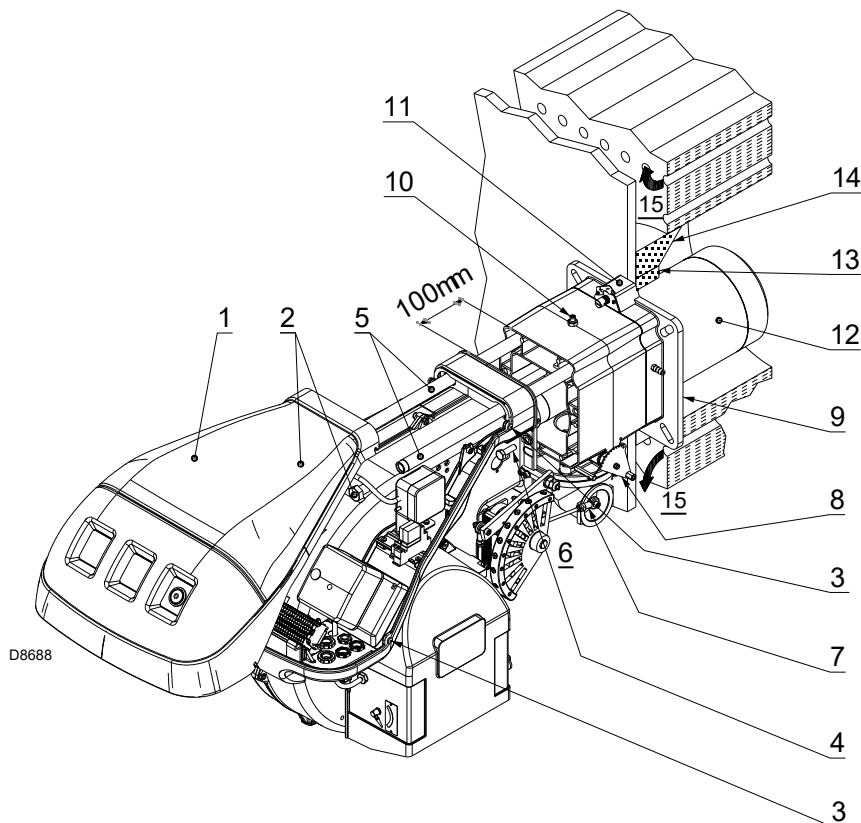

Fig. 11
Seleccionar la longitud del tubo de llama 12)(Fig. 11, pág. 16) en base a las indicaciones del fabricante de la caldera; tener en cuenta que siempre debe ser mayor que el espesor de la puerta de la caldera más el material refractario.
Para calderas con paso de humos delantero 15)(Fig. 11, pág. 16) o con cámara de inversión de llama, colocar una protección de material refractario 13) entre el refractario de la caldera 14) y el tubo llama 12).
Separar el cabezal de combustión del resto del quemador, como se ilustra en Fig. 11.
Después de esta eventual operación, fijar la brida 11)(Fig. 11) a la placa de la caldera, interponiendo la junta aislante 9)(Fig. 11) suministrada en dotación.
- volver a montar el quemador en las guías 3) a unos 100 mm del manguito 4) - quemador en la posición que muestra en la Fig. 11, pág. 16;